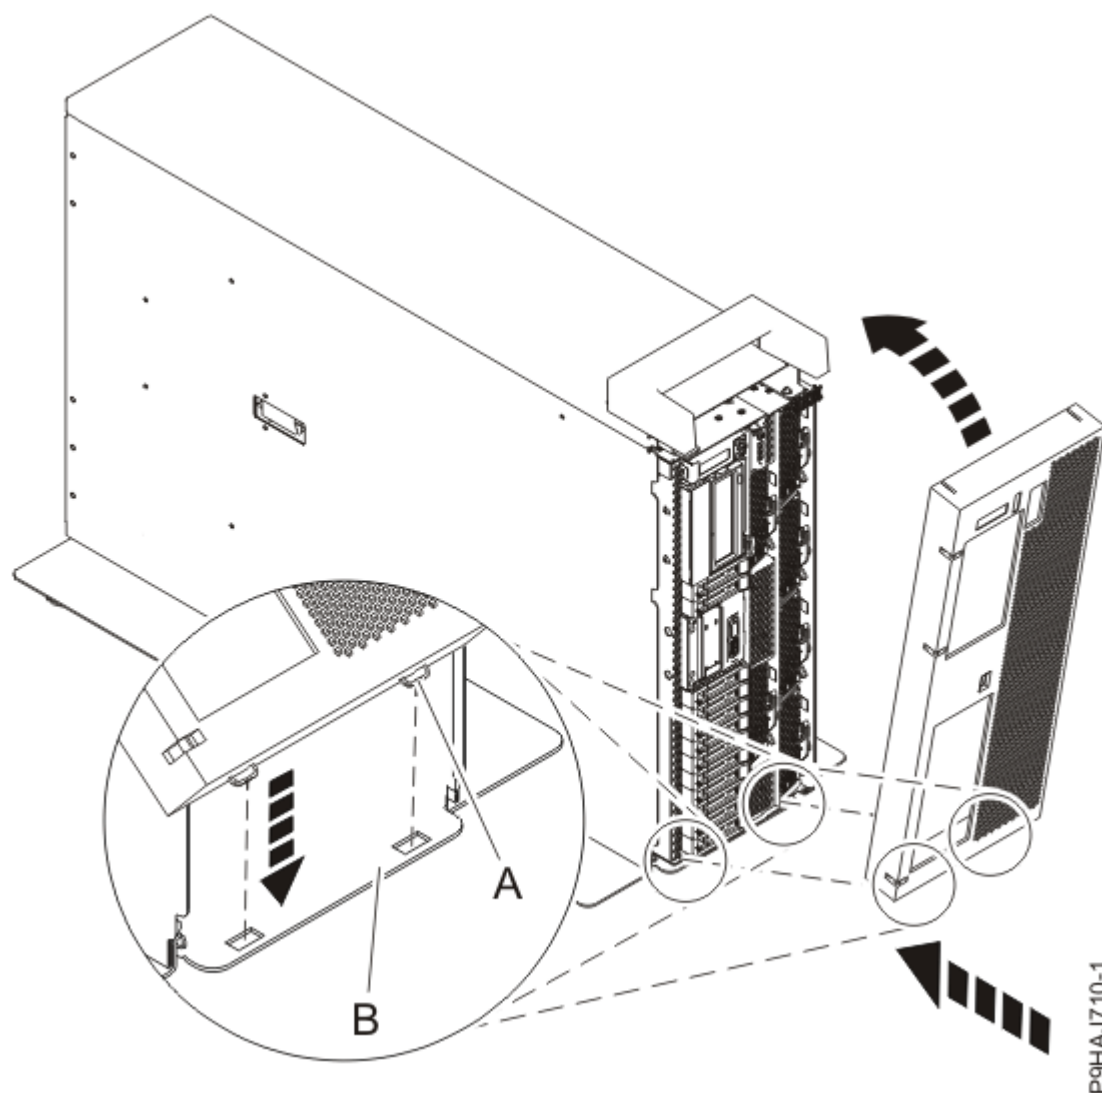

Figure 135. Installation du capot et du volet avant
- b) Alignez le capot jusqu'à ce que les deux pattes (**A**) soient placées dans les encoches de la plaque de base (**B**), comme illustré dans la Figure 135, à la page 142.